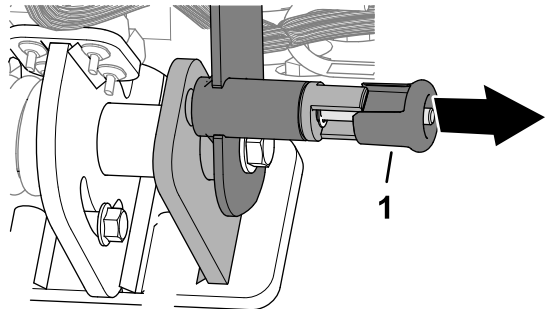

Bild 74
1. Ziehen Sie den Lenkerverriegelungsknopf heraus (Bild 74).